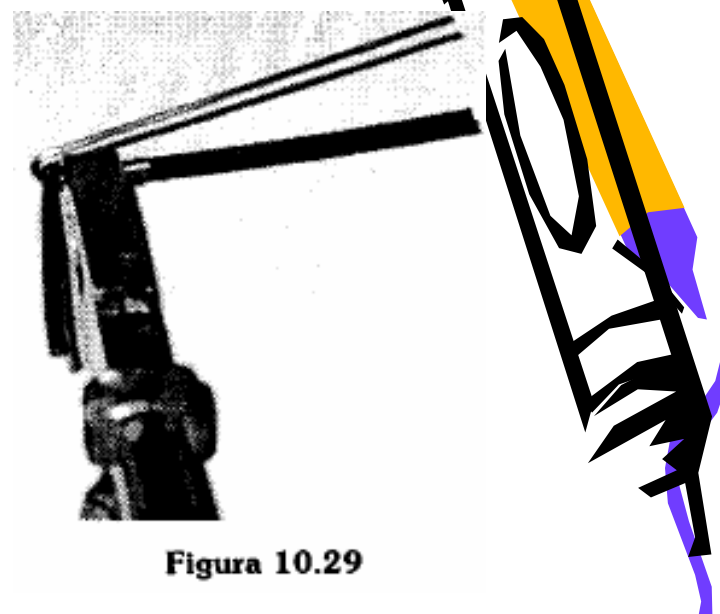

Figura 10.29
4. Com auxílio de um alicate universal dobre o condutor rígido sobre o flexível (**figura 10.29**).